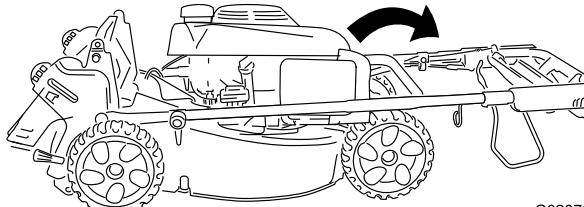

Bild 20
2. Drehen Sie den Griff nach vorne (Bild 20).